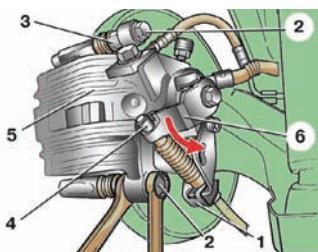

Рис. 2. Отсоединение троса привода стояночного тормоза.
3. Отверните два болта 2 (см. рис. 2.) крепления суппорта, придерживая вторым ключом направляющие пальцы 3 за шестигранники.